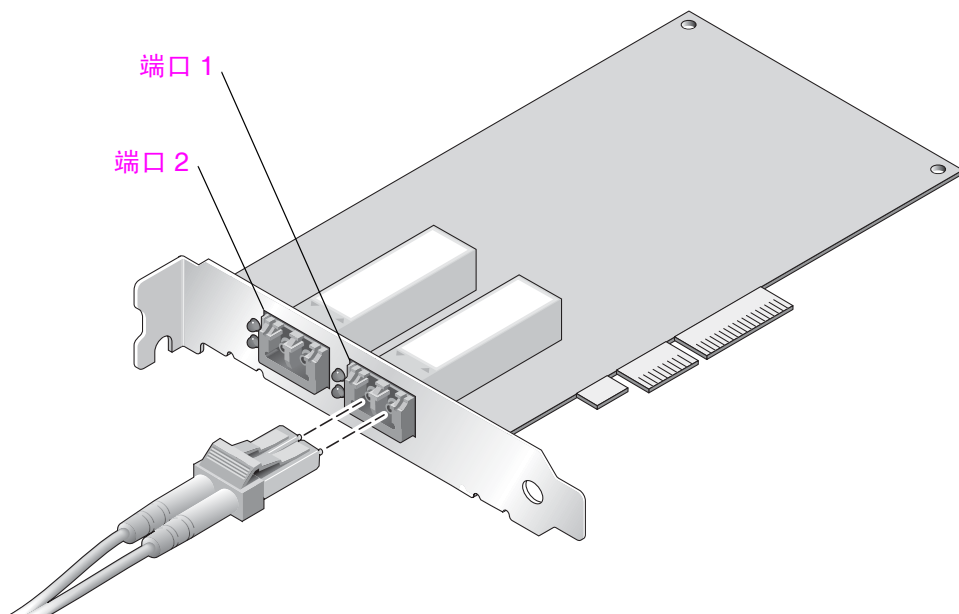

图 3-3 连接光缆
1. 将光纤电缆连接到双端口 HBA 上的 LC 连接器（请参见图 3-3）。